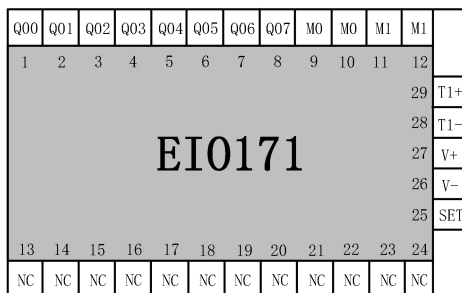
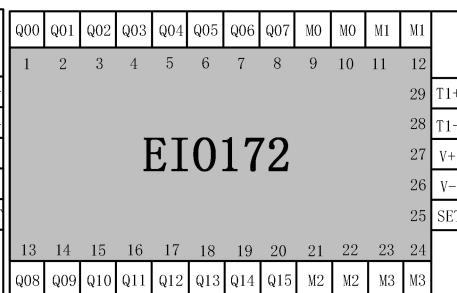

图 E-11 EIO171 接线原理图
图 E-12 EIO172 接线原理图
- EIO170 系列接线原理图分别如图 E-11 和图 E-12 所示，接线原理图定义了产品引脚和接线端子，供原理图设计时参考。